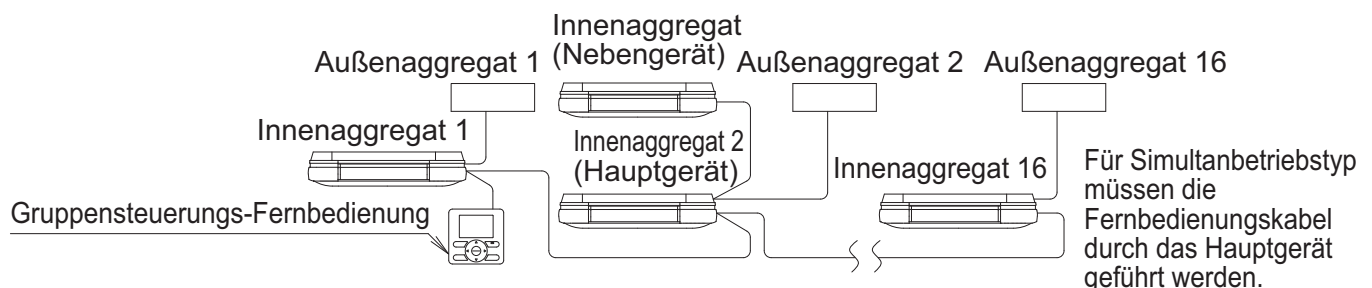

Abb. 43
- Bei Verwendung als eine Tandemeinheit oder als eine Master-Einheit für den Simultanbetrieb können Sie gleichzeitig die Start-/Stopp- (Gruppen-) steuerung für bis zu 16 Einheiten mit der Fernbedienung ausführen. (**Siehe Abb. 43**)